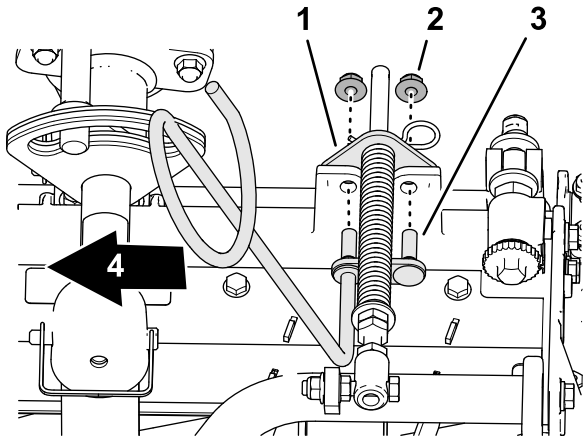

Figura 10
5. Aliniați tifturile ghidajului pentru furtunul din stânga cu orificiile cadrului unității de tăiere și suportul de compensare pentru gazon (Figura 10).